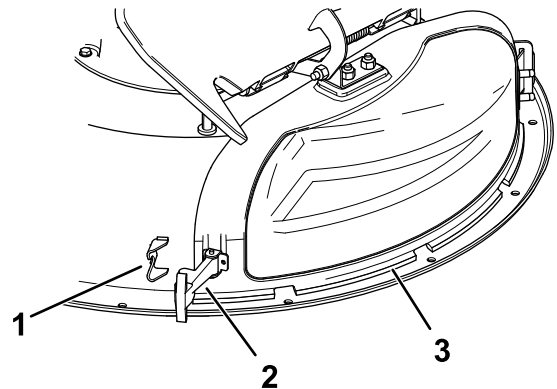

Figura 11
3. Suelte el cierre flexible del retén de la tapa de descarga y gire la tapa de descarga hacia la derecha (Figura 11).
6. Sujete la tapa de descarga a la carcasa enganchando el cierre flexible de la tapa de descarga en el retén de la carcasa (**Figura 11**).